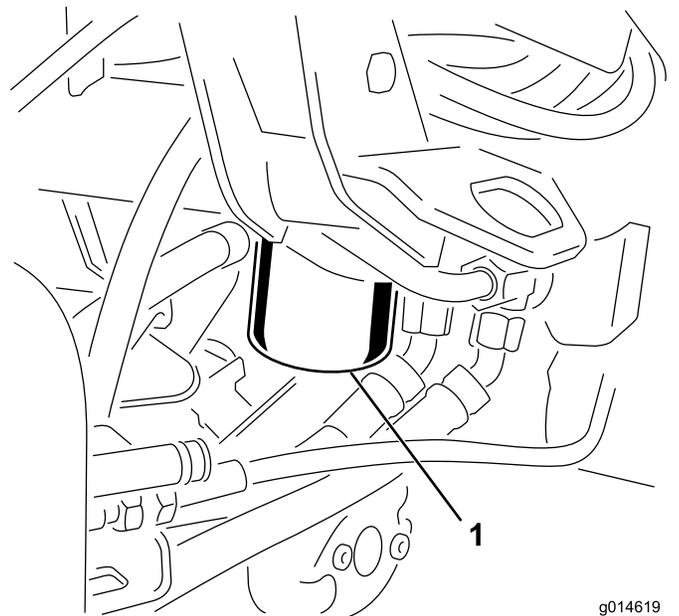

图42
1. 清洁过滤器安装区周围的区域 图42。在过滤器下面放置一个放油盘并拆下过滤器。